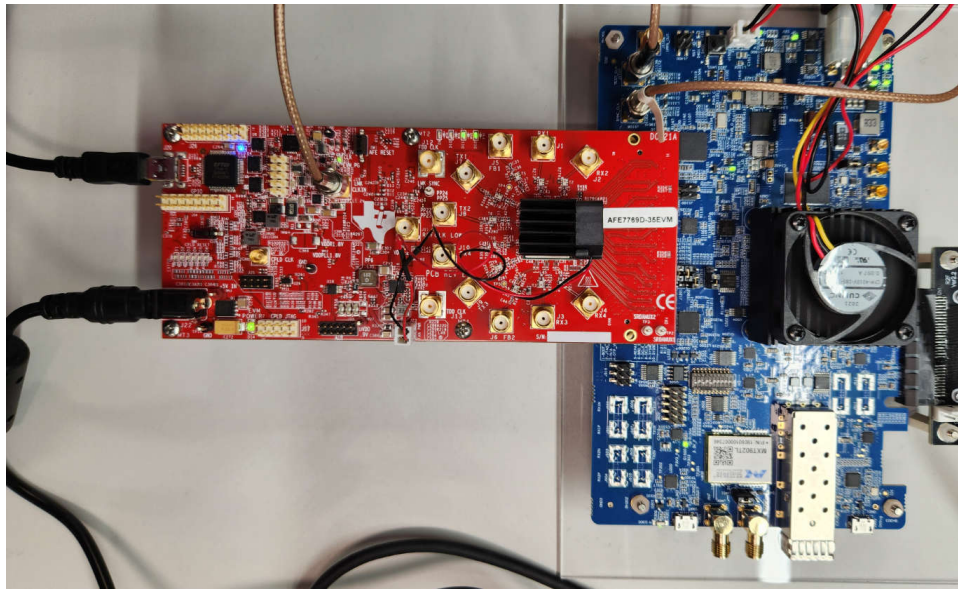

图 3-2. 硬件设置和连接 AFE7769DEVM-RNS802
- 将 RNS802 (J1106) 122.88MHz 参考时钟 (SYNC_CLOCK) 连接到 AFE7769DEVM 的 LMK_CLKIN (J19)，如 图 3-2 所示。